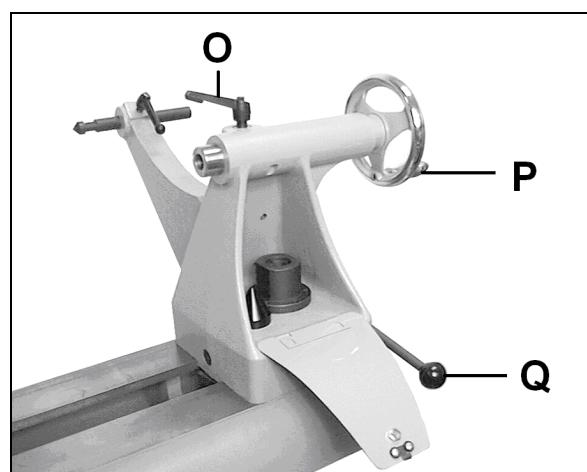

Fig. 34
tourner le volant (P, Fig. 34) dans le sens des aiguilles d'une montre pour sortir le fourreau et bloquer le levier de serrage (O).